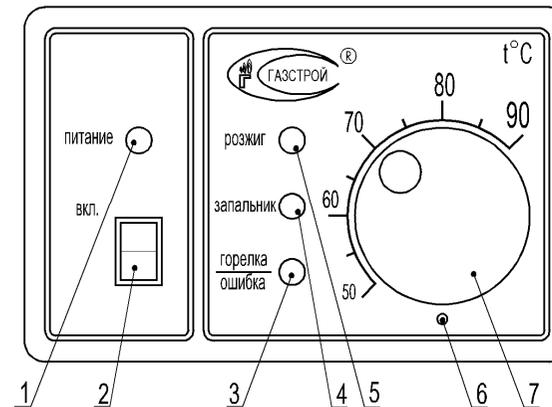

Рис.4 Блок управления (терминал)
Повторный пуск можно осуществить после устранения причины блокировки выключив, а затем снова включив автоматику тумблером 2 на блоке управления (см. рис.4).
Выключить питание автоматики тумблер 2 на панели блока управления (рис. 4), закрыть кран на опуске к котлу.
Для правильной установки ручки 7 (см. рис.4) на шток регулятора температуры необходимо:
- 2) при установке ручки совместить отметку на ручке с меткой 6 на шкале (см. рис.4).
9.3 Переведите тумблер 2 (рис.4) на блоке управления в положение «ВКЛ.», на панели загорится индикатор 1 «ПИТАНИЕ». Автоматика произведет самодиагностику и начнет подавать импульсы зажигания на электрод розжига для воспламенения газозвдушной смеси на запальной горелке (загорается индикатор 5 «РОЗЖИГ»), открывается клапан К1 газового блока и газ поступает к соплу запальной горелки (загорается индикатор 4 «ЗАПАЛЬНИК»).
ВНИМАНИЕ! В трубопроводе при первом пуске котла может скопиться воздух, поэтому газозвдушная смесь на запальной горелке может не поджечься с первого раза. Автоматика прекратит розжиг и на индикаторе 3«Горелка/Ошибка» будет выдаваться мигающий сигнал «Нет пламени». Необходимо произвести повторный запуск автоматики переключателем 2 (рис.4).
Желаемая температура теплоносителя устанавливается ручкой 7 регулятора температуры (рис.4) .